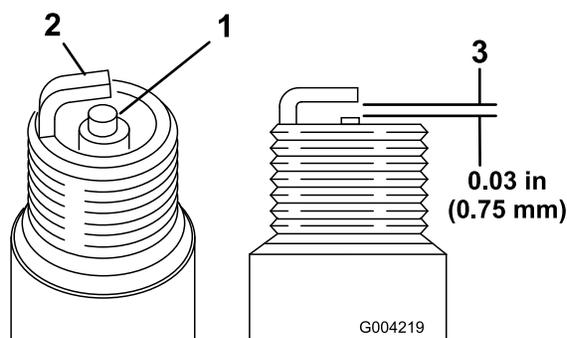

図 48
- 中央の電極部を観察する 図 48。絶縁体部がうす茶色や灰色なら適正、碍子が黒くなっているのは不完全燃焼であるエアクリーナの汚れが原因であることが多い。
- プラグの電極間のエアギャップ 図 48を点検し、
- 適正值から外れていれば外側の電極 図 48を曲げて調整する。